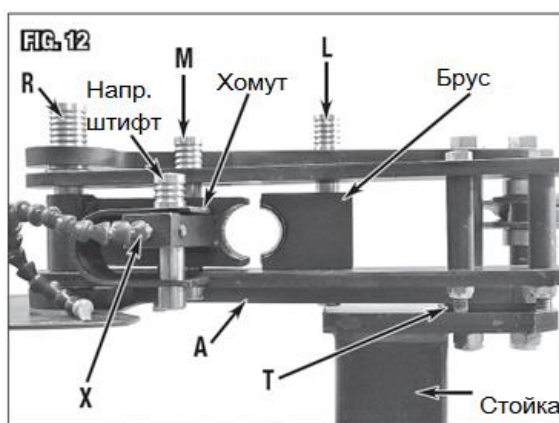

Рис. 12
формы, затем, в зависимости от размера формы, добавить палец хомута (Y или Z) $\text{Ø}7/8 \times 4$ " [$\text{Ø}22 \times 100$ мм или 75 мм], чтобы зафиксировать его (Рис. 12).
4. Установить брус соответствующего размера между верхней и нижней пластинами рамы, затем установить направляющий штифт (L) $\text{Ø}7/8 \times 6-3/4$ " [$\text{Ø}22 \times 172$ мм] в соответствующее отверстие, чтобы зафиксировать его (Рис. 12).
6. Пропустить направляющий штифт (M) $\text{Ø}7/8 \times 5-3/8$ " [$\text{Ø}22 \times 136$ мм] через отверстие в наружной кромке формы (рядом с хомутом) для выравнивания с формой в узле приводного звена (Рис.12).
7. Ввернуть основание указателя угла (X) в резьбовое отверстие M9 на торце квадратного блока смещения формы (Рис.12).